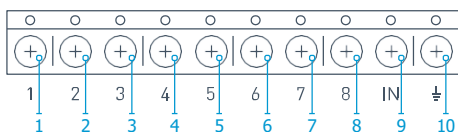

Рис. 17. Основные выходы и вход IN приемника
6.2. При помощи обычных проводов выходы приемника (Рис. 17, 18) соединяются с входами централи сигнализации. Таким образом выходы приемника становятся аналогом обычных проводных датчиков для входов централи. При срабатывании беспроводного датчика, он отправляет сигнал на приемник осBridge, который обрабатывает его и размыкает (по умолчанию, также выход может быть настроен на замыкание) соответствующий датчику проводной выход. Централь сигнализации воспринимает размыкание выхода как размыкание шлейфа датчика и выдает тревогу. Если указано, что зона централи должна иметь сопротивление между выходом приемника и зоной централи, следует последовательно включить резистор с номиналом, соответствующим инструкции к центральной. При подключении проводов соблюдайте полярность!
6.3. Выходы с номерами 1–8 (Рис. 17) соответствуют 8 условным основным охраняемым зонам.